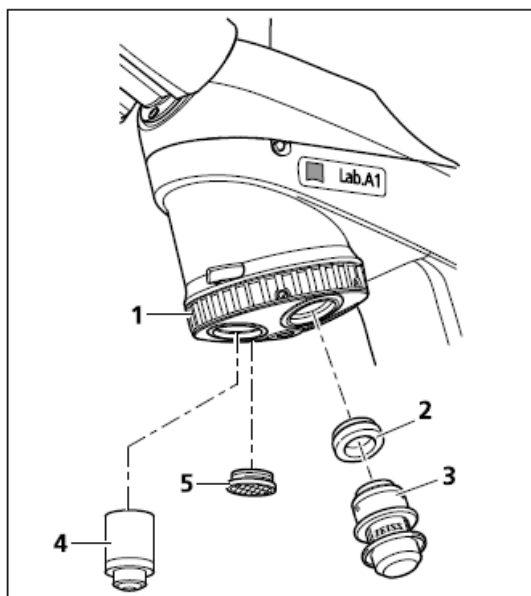

图. 3-8 安装物镜
- 1 将物镜转盘上的防尘盖(图 3-8/5)取下
- 1 从盒子中取出物镜（图 3-8/4），将其安装到物镜转盘（图 3-8/1），从最小的放大倍数开始安装（顺时针）。
- 1 如果不装物镜，您可以在 W0,8/M27 转接环（图 3-8/2）的帮助下，将打标器（图 3-8/3）安装在物镜转盘的任意位置。不使用时，不要忘记盖上打标器的盖子，以免脱水。